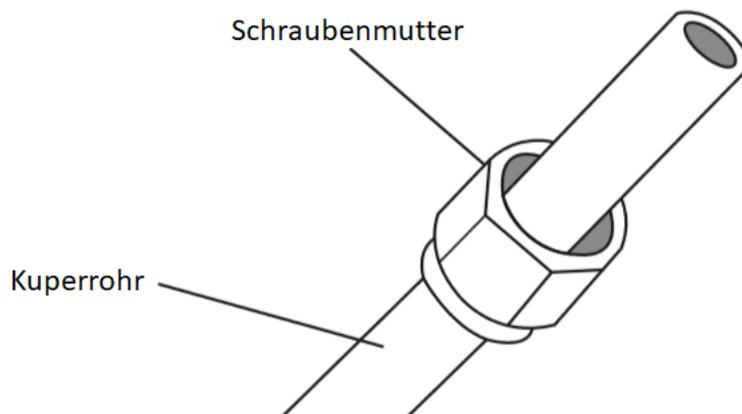

Abb. 7.6
3. Platzieren Sie die Muttern an beiden Enden des Rohrs. Vergewissern Sie sich, dass sie in die richtige Richtung zeigen, da Sie sie nicht anlegen können oder ihre Richtung nach dem Fliegen ändern können. Siehe Abb. 7.6